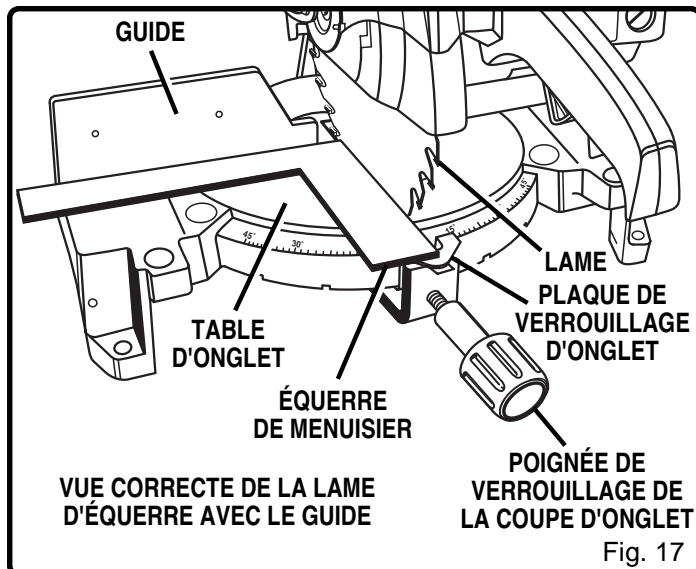

Fig. 17
Voir figures 17 – 20.
- Le bord de l'équerre et la lame de la scie doivent être parallèles comme l'illustre la figure 17.